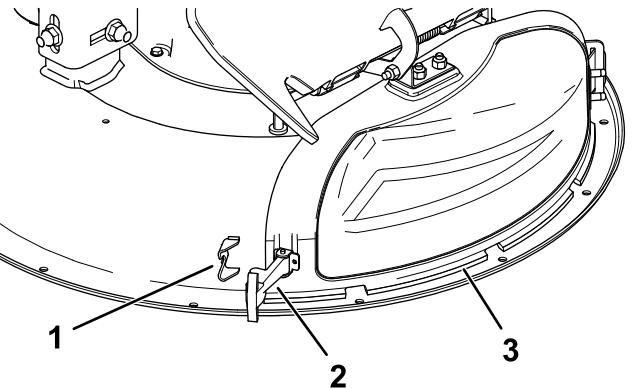

Figura 11
aprite il coperchio dello scarico verso destra (Figura 11).
- Fissate il coperchio dello scarico al piatto di taglio agganciando il dispositivo di chiusura flessibile, presente sul coperchio dello scarico, all'apposito fermo sul piatto (Figura 11).